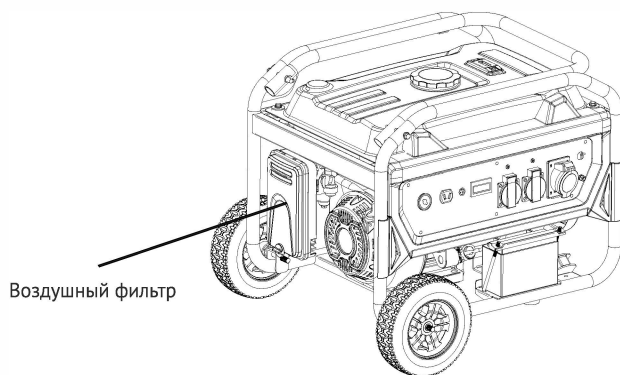

Рис. 9
- Снимите защитную крышку воздушного фильтра. (Рис. 9)